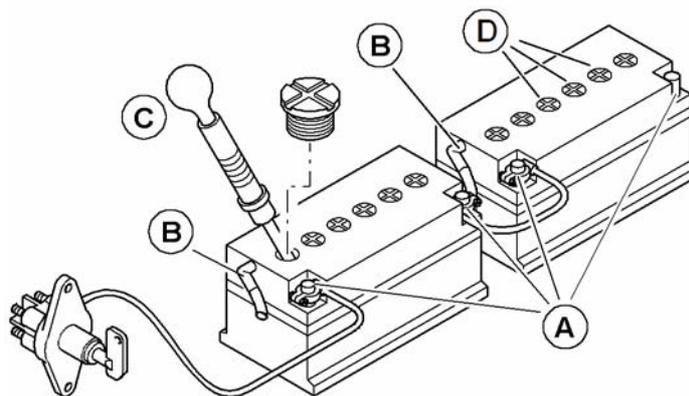

Fig. 5-80 Mantenimiento de la batería
- ▶ Limpiar principalmente de manera regular los cabezales de polos y los bornes de cable **A** y ponerles abundante grasa antiácida (véase Fig. 5-80).
- ▶ Verificar regularmente el estado de los flexibles **B**, especialmente después del montaje de una batería (véase Fig. 5-80).